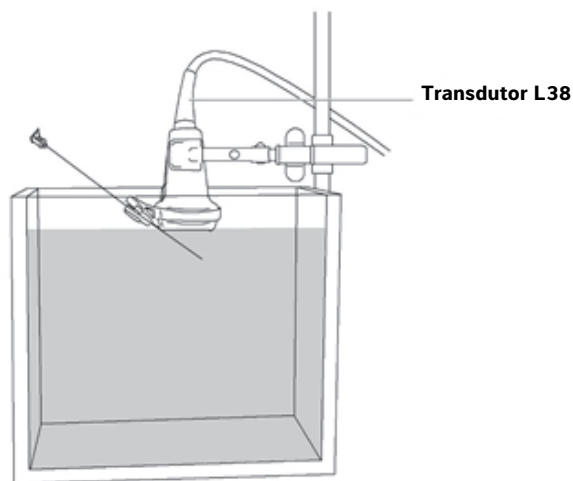

Figura 2 Transdutor L38 com agulha no fluido de teste
- ▶ Tanque cheio de fluido objeto de teste (All World Scientific código 3480) ou água destilada. Consulte Figura 2, “Transdutor L38 com agulha no fluido de teste” na página 87.
- 7 Mova a agulha para dentro do tanque com fluido de teste ou água destilada até que sua imagem de ultrassom esteja visível na tela do sistema (consulte a **Figura 2, “Transdutor L38 com agulha no fluido de teste”** na página 87).